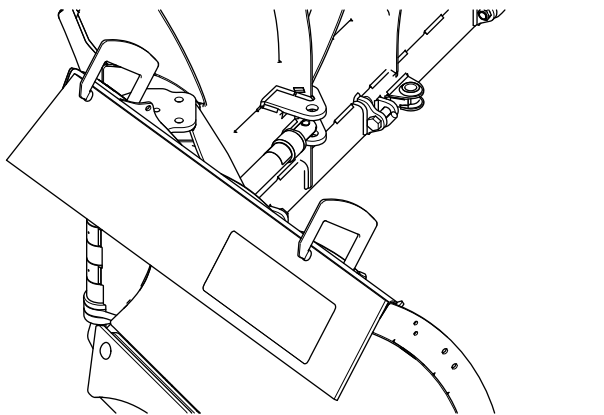

Figura 4
2. Fije la banda con abrazaderas al borde superior de las palas del quitanieves (Figura 4).